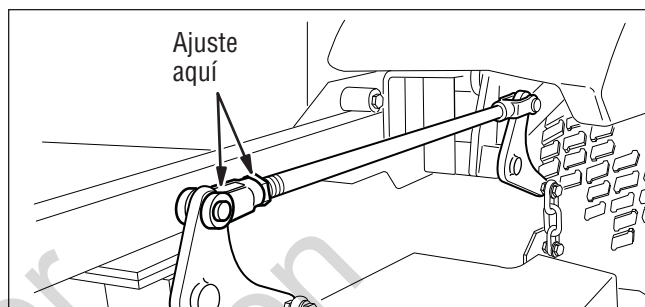

Figura 39. Ajustar sincronización del brazo elevador
4. Consulte la Figura 39. Para ajustar la sincronización del brazo elevador, ajuste las tuercas hexagonales de 5/8" en ambos lados del pivote elevador frontal hasta que las medidas sean iguales. Repita la operación en el otro lado.
7. Consulte la Figura 39. Para ajustar la barra elevadora, suelte la contratuerca en la horquilla frontal y luego retire el pasador de horquilla de 1/2" que sujeta la horquilla al brazo de los pivotes elevadores. Gire la horquilla en el sentido de las agujas del reloj para acortar la distancia entre los pivotes de la barra o en sentido contrario al de las agujas del reloj para aumentar la distancia entre los pivotes de la barra. Vuelva a instalar la horquilla en el brazo de los pivotes elevadores y fíjela con el pasador de horquilla de 1/2" que se retiró anteriormente. Apriete la contratuerca en la horquilla.